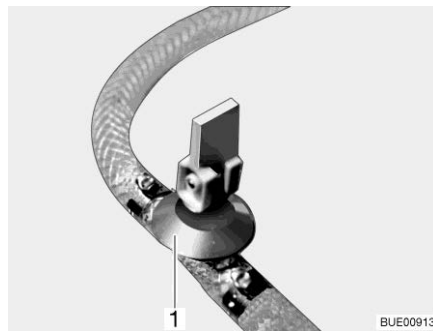
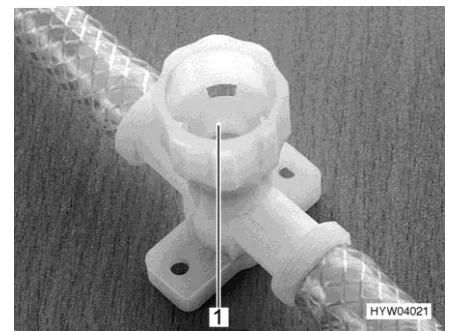

Fig. 251 Robinet de vidange (avec levier à bascule)
Fig. 252 Robinet de vidange (avec capuchon tournant)
- Fermer tous les robinets de vidange. Placer pour ce faire le levier à bascule (Fig. 251,1) à l'horizontale ou faire tourner le capuchon du robinet de vidange (Fig. 252,1) dans le sens des aiguilles d'une montre.